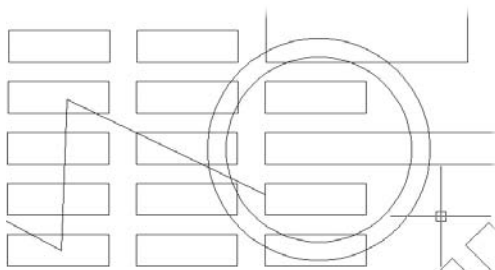

Figure 3.129
3. Validez de nouveau pour sortir de la commande (voir Figure 3.129).